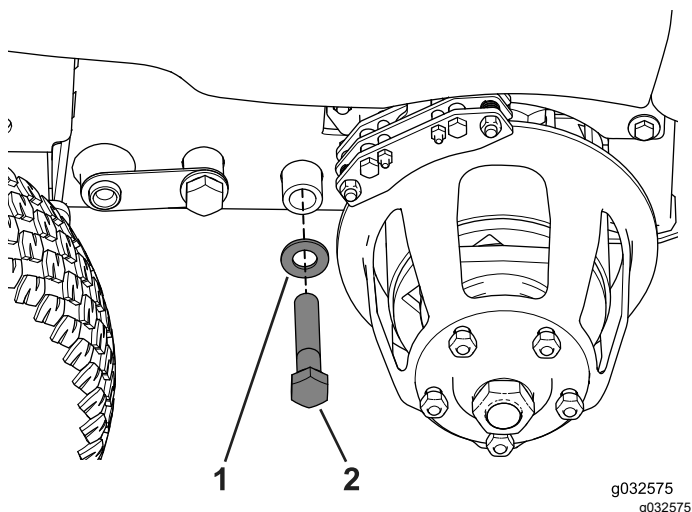

Bild 77
4. Setzen Sie die Schraube ($\frac{3}{4}$ " x 4") so ein, wie in Bild 77 dargestellt.